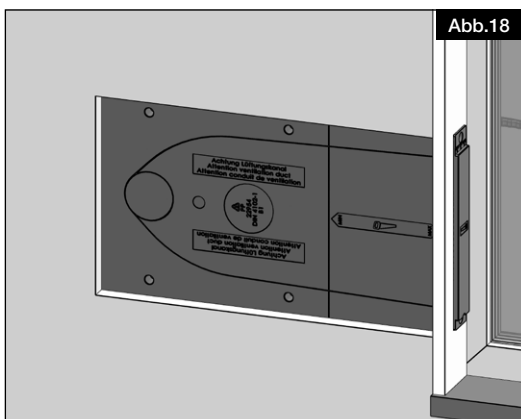
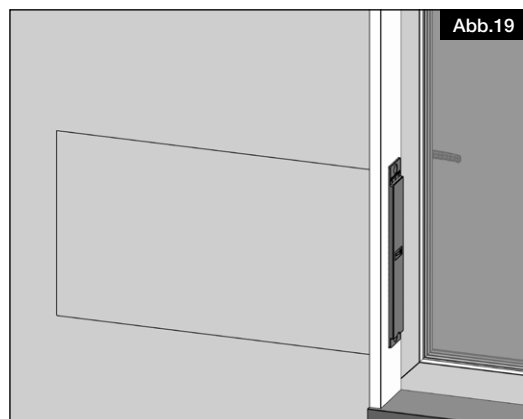

Abb.18
Abb.19
15. Umliegende Dämmplatten anbringen (s. Abb.18/Abb.19).